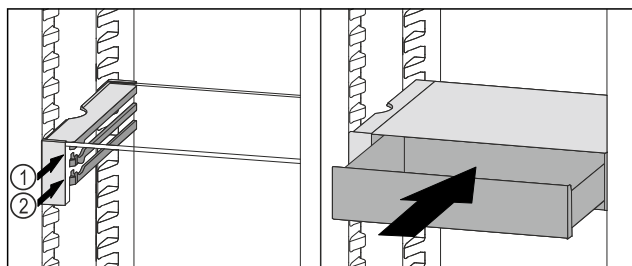

Fig. 117
- Posizionare il cassetto VarioSafe dietro i tappi sulla nervatura desiderata Fig. 117 (1) o Fig. 117 (2).